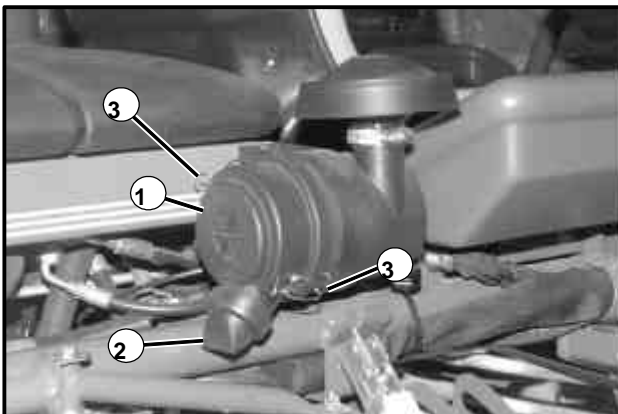

Figure 34
4. Installez le couvercle de la cartouche sur cette dernière, le collecteur de poussière tourné vers le **BAS** (lorsqu'il est installé correctement, le collecteur se vide automatiquement). Fixez le couvercle avec les deux poignées métalliques (voir la fig. 34).